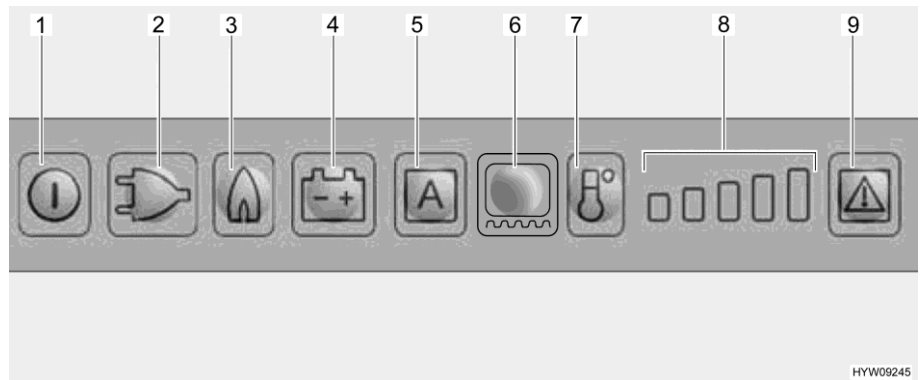

Bild 160 LED-Beleuchtungsfeld (Kühlschrank Dometic)
Beim Anwählen des Gasbetriebs wird die Züandsicherung automatisch geöffnet, so dass Gas zum Brenner strömen kann. Gleichzeitig wird der elektronische Züander eingeschaltet. Erlischt die Gasflamme, z. B. durch einen Luftzug, wird der Züander sofort aktiviert und zündet das Gas wieder an. Bei Störung im Gasbetrieb blinken die Leuchttasten Gas (Bild 160,3) und Störung (Bild 160,9), und es ertönt 20 Sekunden lang ein akustischer Alarm.
Einschalten: ■ Taste Ein/Aus (Bild 160,1) etwa 2 Sekunden lang drücken. Der Kühlschrank schaltet sich ein, die zuletzt gewählte Betriebsart wird angezeigt.
Betriebsart wählen: ■ Leuchttaste für die gewünschte Betriebsart (Bild 160,2 - 4) oder den Automatikmodus "AES" (Bild 160,5) (nur bei Ausführung AES) drücken.
Kühltemperatur einstellen: ■ Kühltemperatur mit der Taste Kühlstufe (Bild 160,7) einstellen. Die Kühlstufen-Anzeige (Bild 160,8) zeigt die gewählte Thermostat-Einstellung an.
Ausschalten: ■ Taste Ein/Aus (Bild 160,1) etwa 2 Sekunden lang drücken.
Nach dem Einschalten wählt der Kühlschrank automatisch die mittlere Thermostat-Einstellung. Diese Einstellung kann manuell mit der Taste Kühlstufe (Bild 160,7) nachgeregelt werden. Es dauert einige Stunden, bis der Kühlschrank die normale Betriebstemperatur erreicht hat. Beim Umschalten auf eine andere Betriebsart wird die Thermostat-Einstellung beibehalten.
- Rahmenheizung für eine Dauer von 2 Stunden einschalten: Leuchttaste Rahmenheizung (Bild 160,6) einmal drücken. Ein Balken der Kühlstufen-Anzeige (Bild 160,8) leuchtet.
- Rahmenheizung für eine Dauer von 5 Stunden einschalten: Leuchttaste Rahmenheizung (Bild 160,6) zweimal drücken. Zwei Balken der Kühlstufen-Anzeige (Bild 160,8) leuchten.
- Rahmenheizung auf Dauerbetrieb stellen: Leuchttaste Rahmenheizung (Bild 160,6) dreimal drücken. Drei Balken der Kühlstufen-Anzeige (Bild 160,8) leuchten.
Die Kühlstufen-Anzeige (Bild 160,8) zeigt einige Sekunden lang die Betriebsdauer der Rahmenheizung an.
Bei einer Störung blinkt die Leuchttaste Störung (Bild 160,9). Außerdem blinkt entweder eine der Leuchttasten Betriebsart oder die Kühlstufen-Anzeige. Zusätzlich ertönt ein akustisches Warnsignal. Hinweise zur Fehleranzeige und Fehlerbehebung siehe Kapitel 15.
- ▷ Nachdem eine Störung des Gasbetriebs behoben wurde, Leuchttaste Reset (Bild 160,9) drücken.